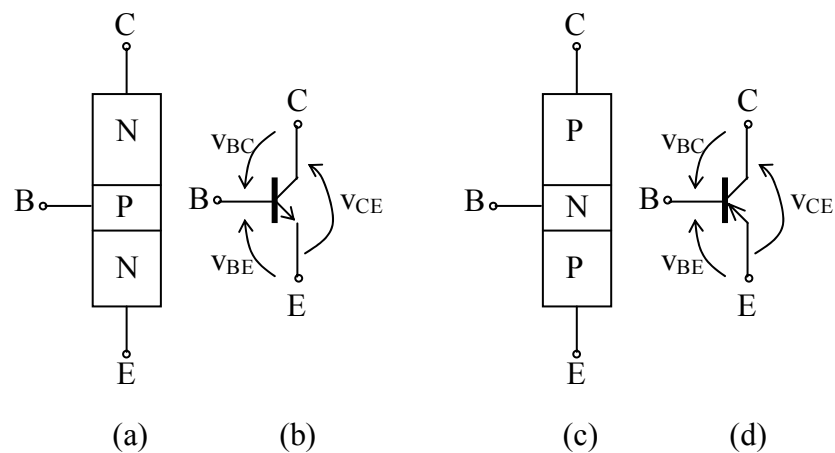

Figura 1 – Transistor bipolar e símbolos.
O transistor de junção bipolar (BJT) consiste de três seções de materiais semicondutores, como mostra a figura 1. Elas são chamadas de coletor (C), emissor (E) e base (B). Na sua forma básica o transistor apresenta duas configurações possíveis, dependendo do material empregado nas seções: tipo NPN e tipo PNP.